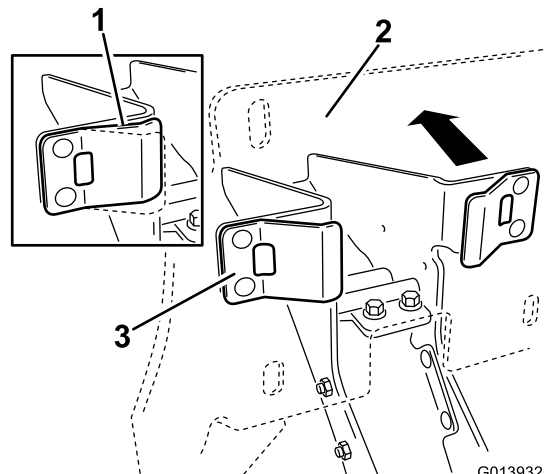

Figura 14
4. Asegurándose de que los topes de plástico están en contacto con las pestañas de los muelles, aplique suficiente presión contra la chapa trasera del soporte para comprimir las pestañas de resorte hasta el punto intermedio (Figura 14).